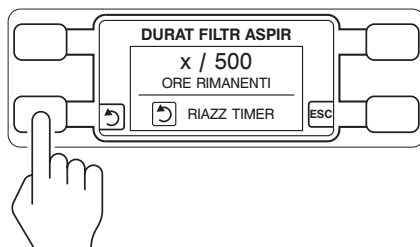

Figura 6 – Riazzamento del valore del timer
5. Si visualizza la schermata DURAT FILTR ASPIR. Premere il pulsante del display (RIAZZ TIMER) per portare a 500 ore il valore corrente della durata del filtro (Figura 6).